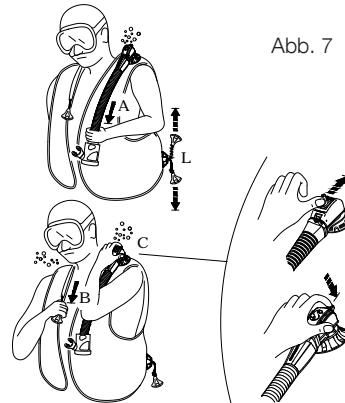

Abb. 7
- a. sanftes Ziehen an der Schlaucheinheit (Abb. 7 - A).
- b. auf den Knopf drücken, der aus dem Ventilgehäuse ragt (Abb. 7 - C) (patentiert): Dieses System kann auch dazu verwendet werden, um bei einem anderen in Probleme geratenen Taucher das Jacket zu entlüften (Panik, Anfänger, Bewusstlosigkeit usw.).
- Das SCUBAPRO® Dual Manual Dump-Ventil (Patent) verfügt über einen manuellen Sicherheitsknopf (Abb. 7-C), der auf Druck Luft ausströmen lässt, wenn das manuelle Ablasssystem versagt (gebrochenes Kabel, Stift usw.)
### ***Unteres Ablassventil (Abb. 7 - L)***
TDie Ablassvorrichtungen mit dem maximalen Luftaußens sind das Schulterventil (Abb. 7 - B) und das untere Ventil (Abb. 7 - L).